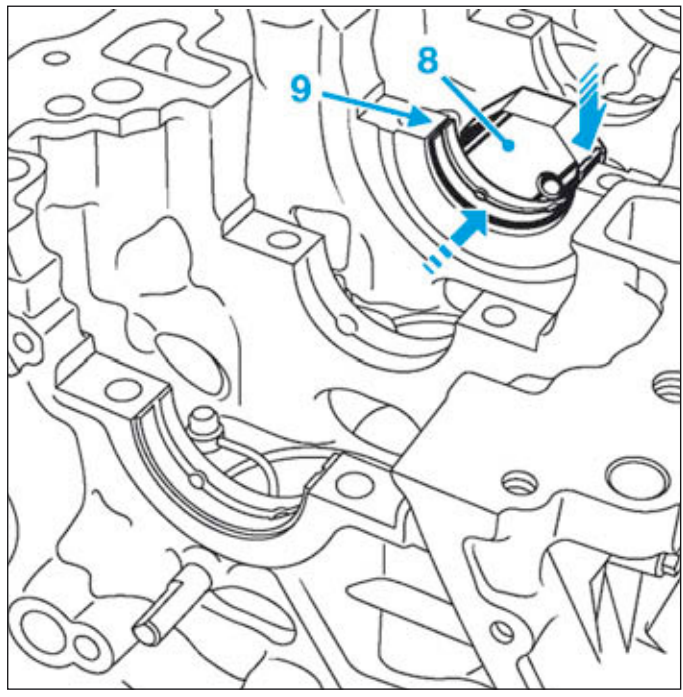
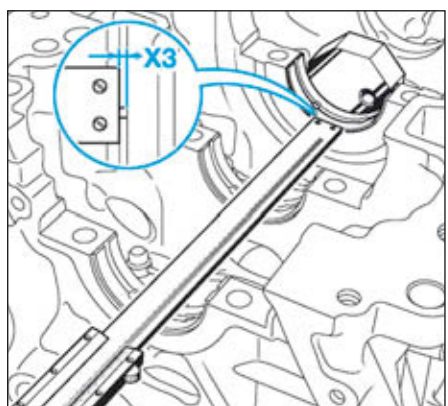

FIG.73
FIG.74
- Placer une cale rectifiée (8) (Fig.73) en appui sur la portée de la cale latérale de vilebrequin du palier n°3 (par exemple un support de comparateur),
- Bloquer le coussinet à affleurement du palier en (9) et pousser du côté opposé jusqu'à amener le coussinet à affleurement du palier.
- Mesurer la distance (X3) (Fig.74) entre la face d'appui de la cale latérale et le bord du coussinet à l'aide d'une jauge de profondeur.